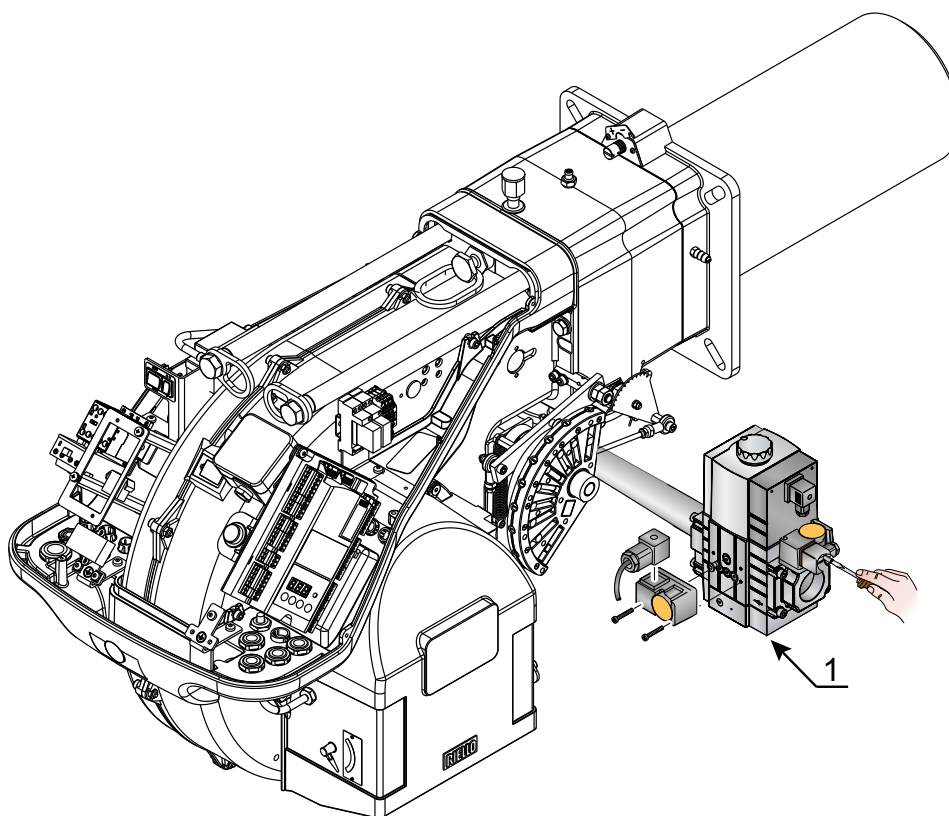

Fig. 27
- Verifique la presión de suministro de gas conectando un manómetro al puerto de presión 1)(Fig. 27) del interruptor de presión mínima de gas: debe ser inferior a la presión máxima admisible del tren de gas, indicada en la placa de datos.
- Purgue el aire de la tubería del tren de gas conectando una manguera de plástico al puerto de presión 1)(Fig. 27) del interruptor de presión mínima de gas. Dirija el tubo de ventilación hacia el exterior del edificio hasta que perciba olor a gas.